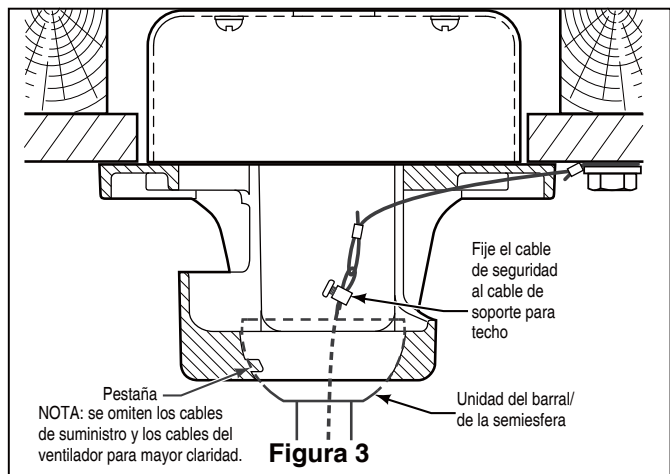

Figura 3
4. Levante cuidadosamente el ventilador y coloque el ensamble de la bola para colgar/varilla en la abrazadera para colgar que acaba de fijar a la caja de salida. Asegúrese de que la ranura de la bola esté alineada con la lengüeta de la abrazadera para colgar. (Figura. 3)